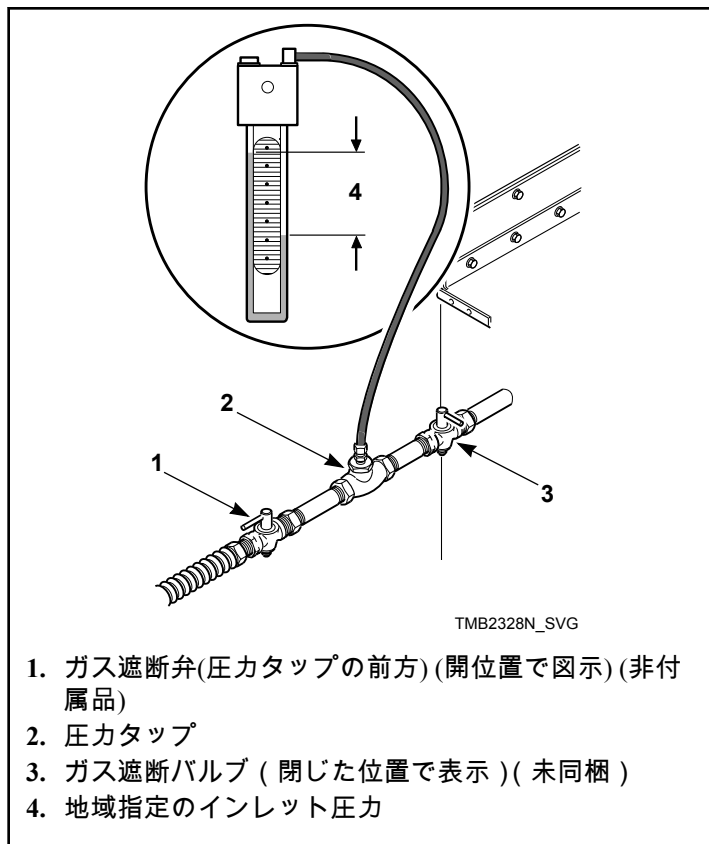

図 14
1. 乾燥機の電源を切ってください。乾燥機につながっているガス遮断バルブを閉めてください。図14を参照。